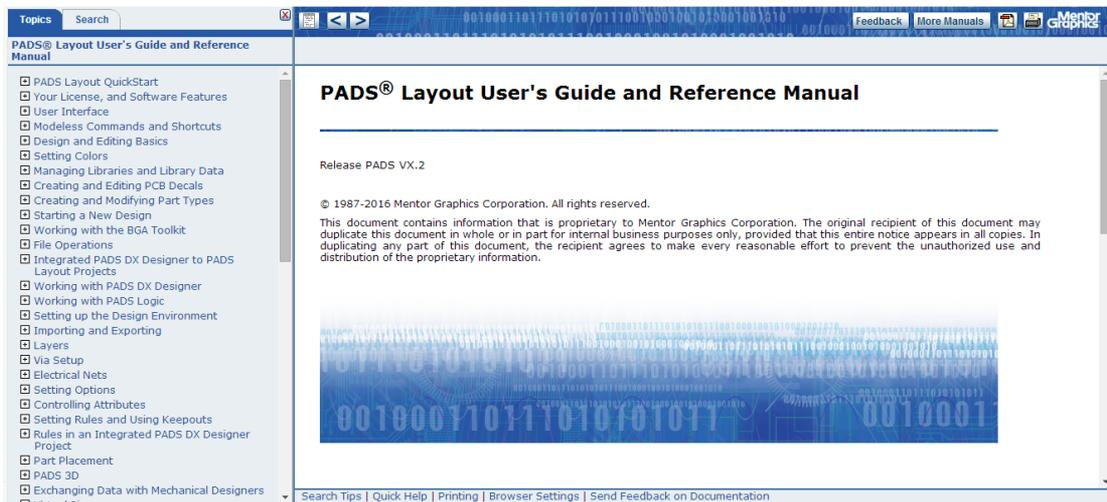

图 6-49 PADS Layout 用户手册
(1) 打开 PADS Layout 帮助 选择该命令, 打开 PADS Layout 用户手册, 如图 6-49 所示。
(2) 无模命令 选择该命令, 分类显示 PADS 中所有无模式命令, 并解释其含义。
(3) 已安装的选项 选择该命令, 打开“Installed Options”对话框, 核实和配置用户的授权文件信息。